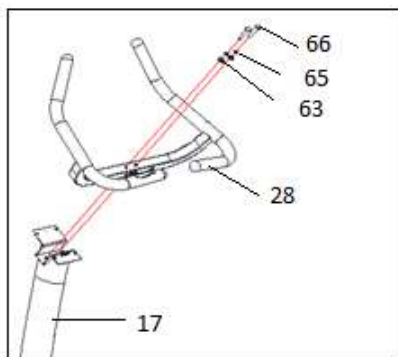

Fig.8
Acerque el monitor (71) al tubo manillar (28). Fig.8, conexione los dos
terminales que salen del tubo manillar (17) y del monitor (71). Fig.8.
Introduzca el monitor (71) en el manillar (17), como indica la Fig.8 teniendo cuidado de no pillar los cables.